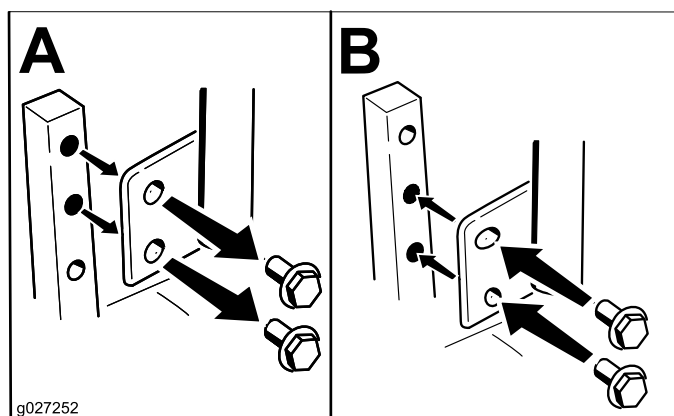

Figure 21
Vous pouvez régler la hauteur des leviers de commande de déplacement de manière à obtenir un confort maximum (Figure 21).
2. Desserrez le boulon inférieur jusqu'à ce qu'il soit possible de pivoter le levier de commande en avant ou en arrière (Figure 21).